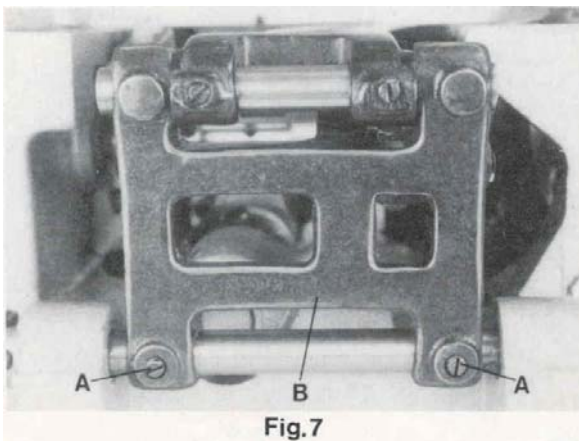

Fig. 7
After loosening screws (A, Fig. 7) rear in the feed rocker (B), the feed bar with feed dog can be moved laterally to center the feed dog in the throat plate slots, if required. Retighten screws (A).
Nach den Lösen der Schrauben (A, Fig. 7) hinten im Transportrahmen (B) kann der Transporteurträger, bei Bedarf, mit dem Transporteur seitlich verschoben und in den Stichplattenschlitz vermittelt werden. Ziehen Sie die Schrauben (A) wieder an.